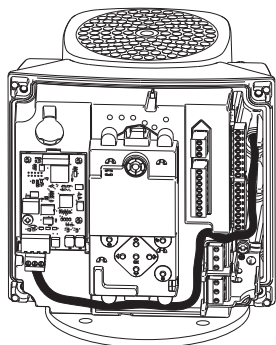

Рис. 68 Пример проводки
8. Проложите провода для модуля SIM. См. пример на рис. 68.